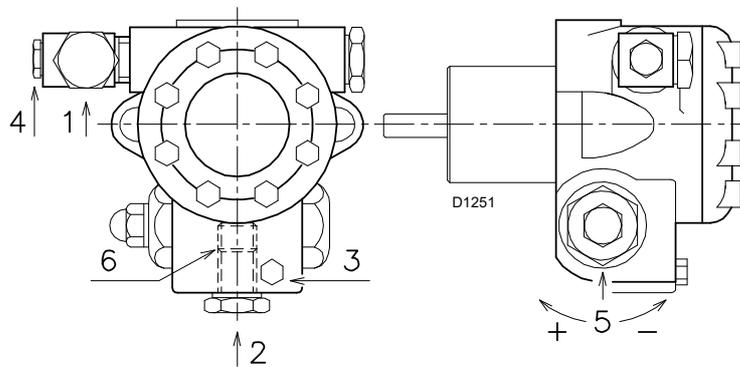

Abb. 17
- Damit sich die Pumpe selbsttätig einschalten kann, muss eine der Schrauben 3)(Abb. 17) der Pumpe gelockert werden, damit der Ansaugschlauch entlüftet wird.
Der Pumpendruck wird durch Verstellen der Schraube 5)(Seite 16, Abb. 17) variiert.